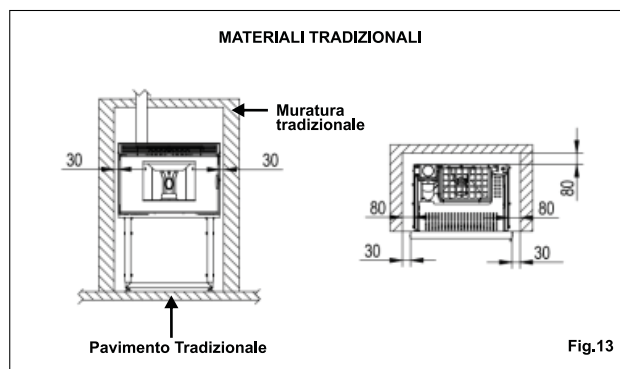

Fig.13
- Se le pareti sono in **muratura tradizionale** rispettare le distanze minime di **fig.13**.